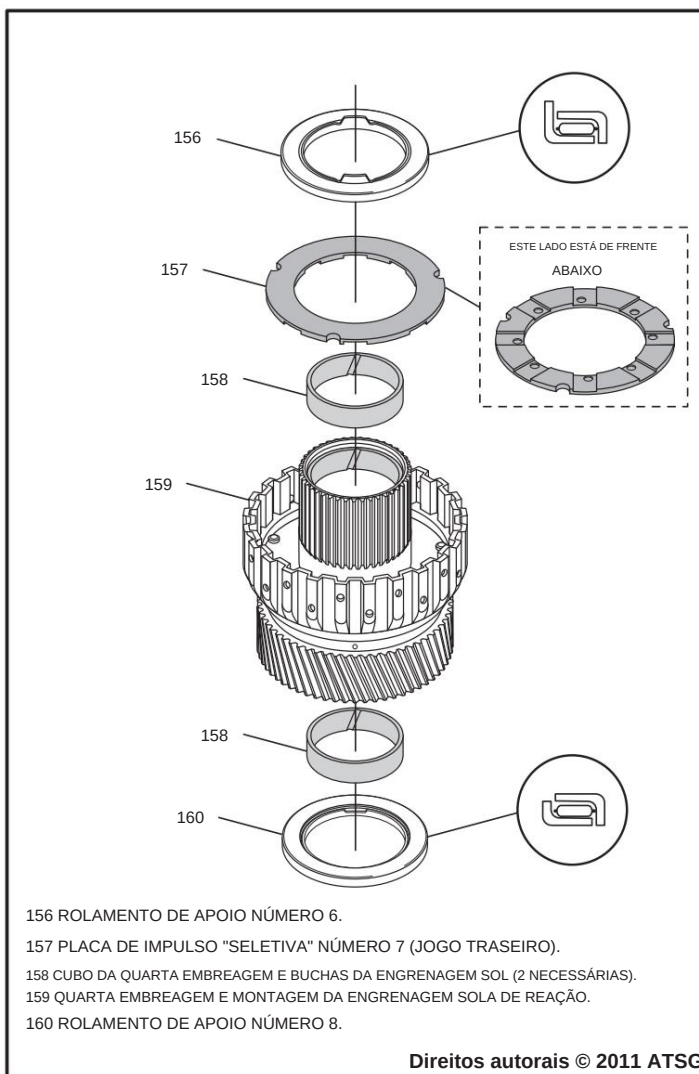

Figura 86
4. Instale a arruela de pressão **seletiva** número 7 no 4º cubo da embreagem/engrenagem solar de reação com o "ranhurado" lado voltado para baixo, conforme mostrado na Figura 86, e certifique-se de que esteja totalmente encaixado sobre as abas de localização.